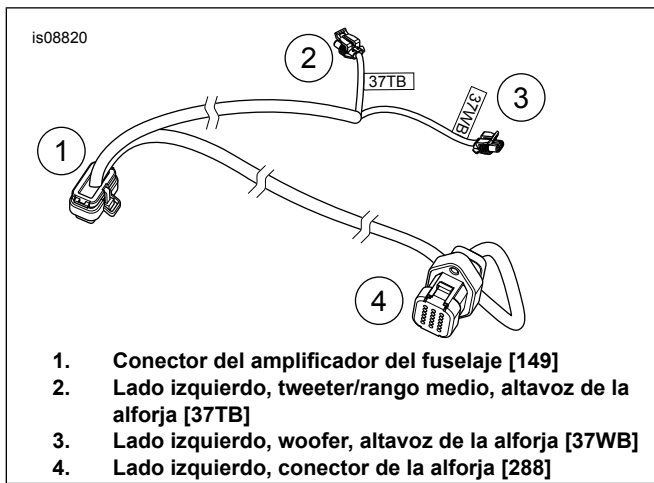

Figura 12. Arnés de cables, altavoz de la alforja del lado izquierdo
3. Cuidadosamente, en la línea punteada, corte el recorte (4) de la plantilla (1) para el conector [288A].
4. Perfore dos agujeros piloto (5) para las ubicaciones de montaje de los rebordes de los conectores.
5. Quite la plantilla. Verifique el tamaño del recorte (4) con el conector con reborde de 18 vías [288A] del arnés de la alforja (vea la Figura 12, artículo 4) del kit.